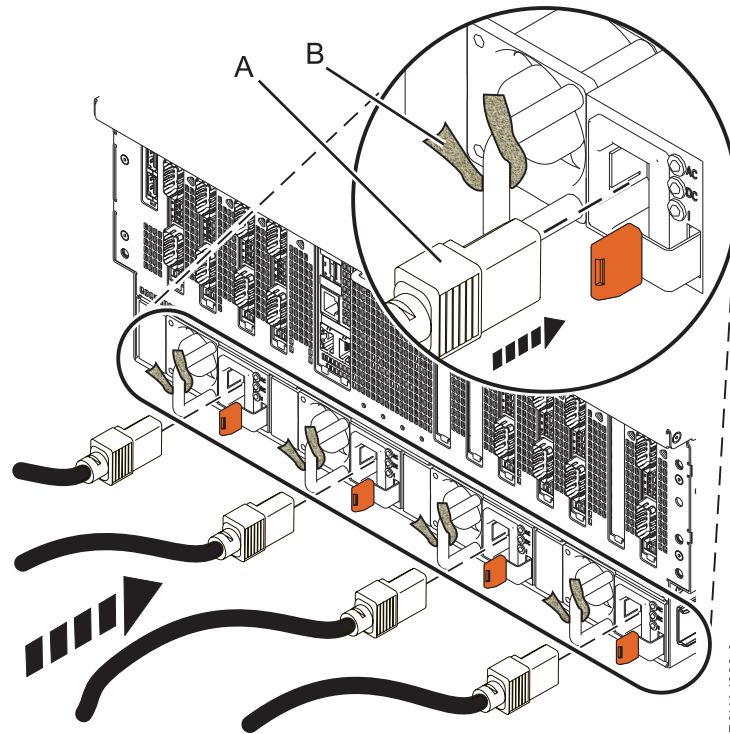

Figura 22. Conectando os cabos de energia e prendendo os cabos com prendedores.
- a. Plugue os dois cabos de energia às fontes de alimentação (A). Consulte Figura 22.
- c. Fixe os cabos com abraçadeiras ou fitas de velcro (B), conforme mostrado em Figura 22.